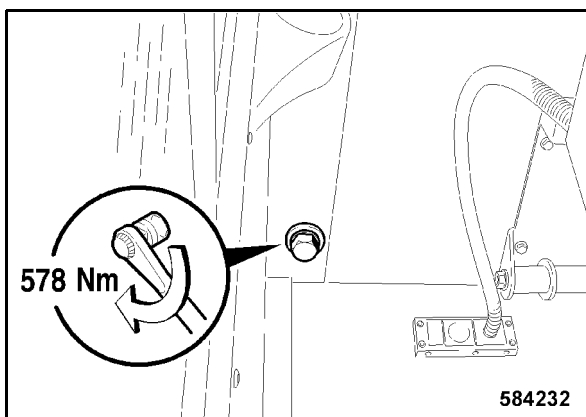

Fig. 213
- El tornillo de fijación trasero, interior de la derecha hay que apretar con 578 Nm (Fig. 213).